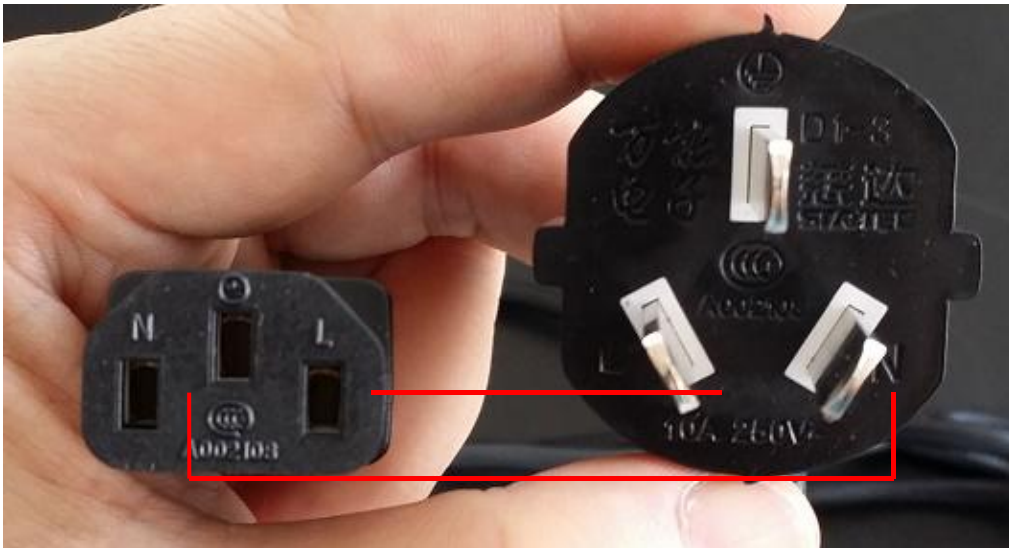

图 8
④ 如果电源线插座正常，则测试电源线通断（如图 8 中连线方式测量），如果电源线也正常，则需要将电源线查到电源线插座上测试这二者是否能够正常连通，测试方式参照图 6、图 7、图 8，用万用表测通断，如果电源线和电源插座的连接也正常，则测试电源插座电压是否正常（正常电压为 198V 至 242V 之间，测量插座电压时万用表放在交流挡位，需要特别注意安全，防止触电，